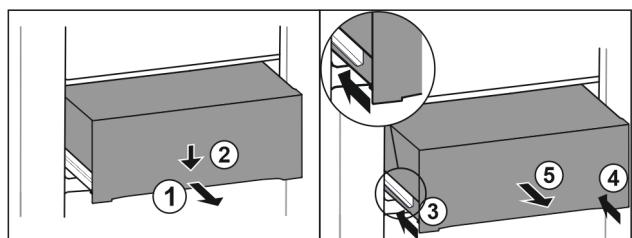

Fig. 70
- Extrageți pe jumătate sertarul. Fig. 70 (1)
- Apăsați în jos sertarul pe partea frontală. Fig. 70 (2)
- Inserați șina stângă aproximativ 2 cm. Fig. 70 (3)
- Inserați șina dreaptă aproximativ 2 cm. Fig. 70 (4)
- Extrageți sertarul spre înainte. Fig. 70 (5)